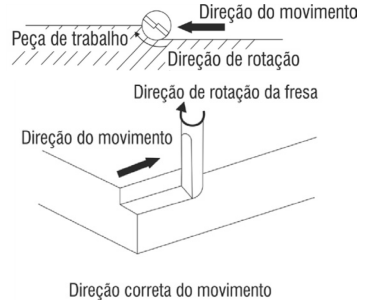

Fig. 6 – Fresando cantos e bordas
3. Mova a tupa no sentido indicado na Fig. 6, mantendo a tupa nivelada e com avanço suave e constante para um melhor acabamento.